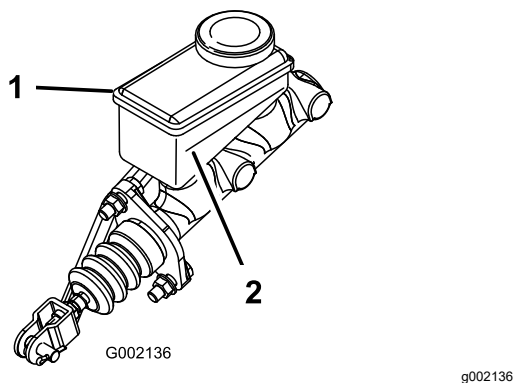

图 65
5. 观察油箱侧面的油位线图 65。
- B. 向油箱添加 DOT 3 刹车油直至液位到达最低标志线上方图 65。